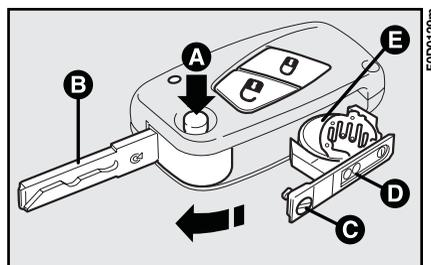

Abb. 7
- Druck auf die Taste **A**, **Abb. 7**, der Metalleinsatz **B** sollte ausgeklappt sein;